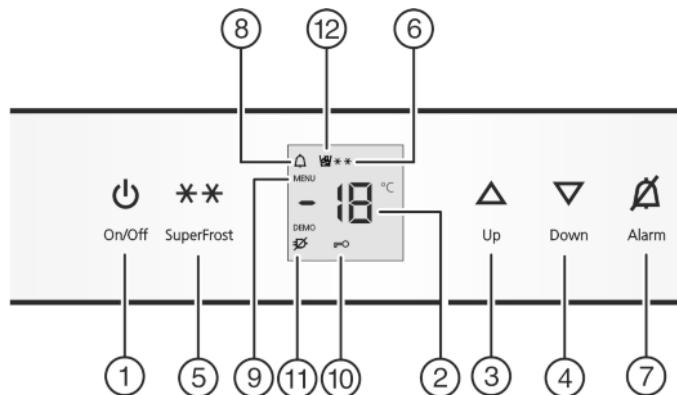

Fig. 2
- нажмите кнопку On/Off Fig. 2 (1).
- Активация режима настройки: удерживайте кнопку SuperFrost Fig. 2 (5) прибл. 5 секунд.
- Символ меню Fig. 2 (9) горит.
- Коротко нажмите кнопку SuperFrost Fig. 2 (5) для подтверждения.
- Для включения защиты от детей коротко нажмите клавишу SuperFrost Fig. 2 (5).
- Символ "Защита от детей" Fig. 2 (10) горит. На индикации мигает :
- Для выключения защиты от детей коротко нажмите клавишу SuperFrost Fig. 2 (5).
- Символ защиты от детей Fig. 2 (10) гаснет. На индикации мигает
- Выход из режима настройки: нажмите кнопку On/Off Fig. 2 (1).
► Нажмите кнопку Alarm Fig. 2 (7).
Одновременно мигает индикация температуры и символ тревоги Fig. 2 (8).
Звуковой сигнал выключается автоматически, символ аварийного сигнала Fig. 2 (8) выключается и индикатор температуры перестает мигать, если температура снова становится достаточно низкой.